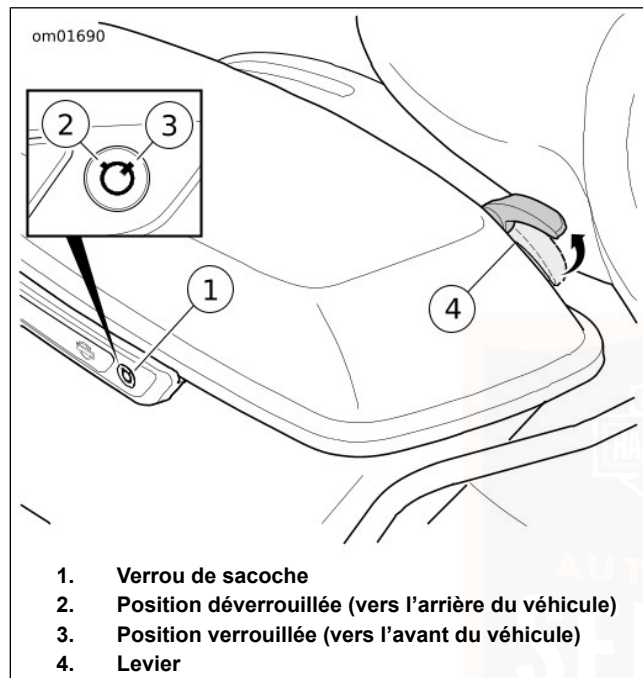

Figure 33. Sacoche
1. Voir Figure 33. Déverrouiller la sacoche à l'aide de la clé.
1. Voir Figure 33. Fermer le rabat du couvercle de la sacoche.
1. Voir Figure 33. Ouvrir la sacoche.
1. Voir Figure 33. Mettre avec soin la sacoche en place sur le rail de sacoche et aligner les goujons avec le support.